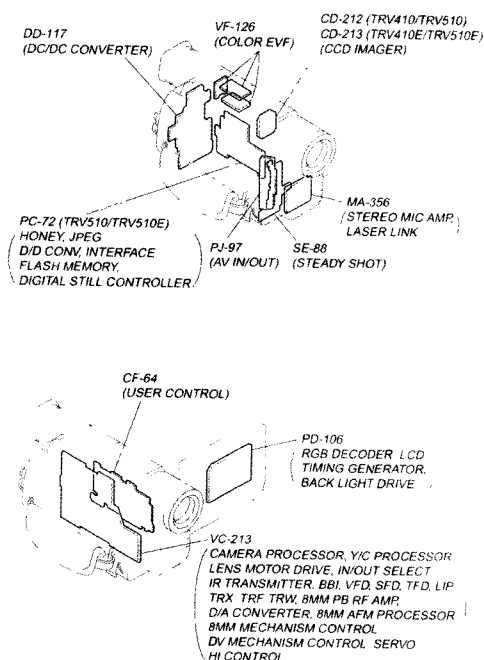

Рис. 1. Расположение плат в корпусе видеокамер
корпусах видеокамер показано на рисунке 1. Основная электронная «начинка» видеокамер сосредоточена на главных платах VC-213. Конкретные исполнения главных плат в сборе разных моделей не одинаковы и имеют различные каталожные номера (Part No) в перечнях элементов сервисных руководств: модель DCR-TRV410 — A-7094-282-A VC-213 (VN), BOARD COMPLETE; DCR-TRV410E — A-7094-283-A (VQP)...; DCR-TRV510 — A-7094-285-A (VDN)...; DCR-TRV510E — A-7094-286-A (VQDP). Причем первые два исполнения (VN, VQP) полностью соответствуют исполнениям главных плат рассмотренных в [1] моделей видеокамер DCR-03/110/110P/203/210/310/315 и DCR-TRV110E/210E/310E соответственно. В состав главных плат VC-213 входят следующие основные узлы (см. рис. 1): процессор камерного блока (CAMERA PROCESSOR); канал изображения (Y/C PROCESSOR); узлы управления двигателями объектива (LENS MOTOR DRIVE); селектор входов/вы-